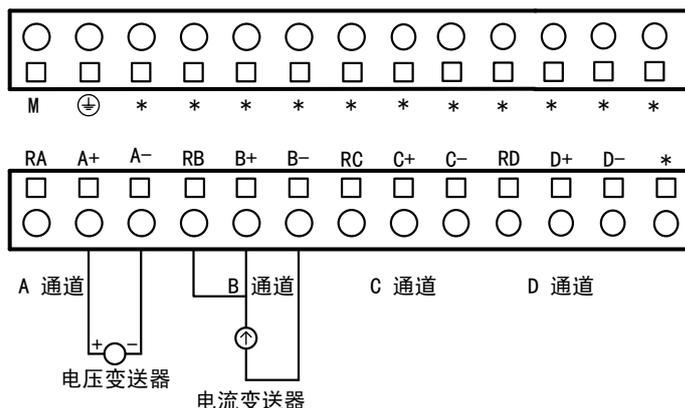

图3.2.1 LM3310端子定义与接线图
4通道模拟量输入模块LM3310的接线端子定义及典型现场接线如图3.2.1所示。
- 下排端子为信号输入通道, 输入信号可以是电压信号也可以是电流信号。如图3.2.1所示, 输入为电压信号时, A+接电压变送器的正端, A-接电压变送器的负端。输入为电流信号时, 将RA与A+短接后接入电流变送器的正端, A-接电流变送器的负端;
4通道热电偶输入模块LM3311的接线端子定义及典型现场接线如图3.2.1所示。